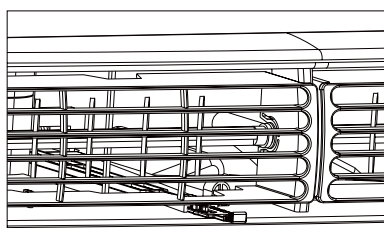

Figure 2 (ÉVENT OUVERT)
- Échanger l'air de la pièce – évent ouvert (voir Fig. 2)